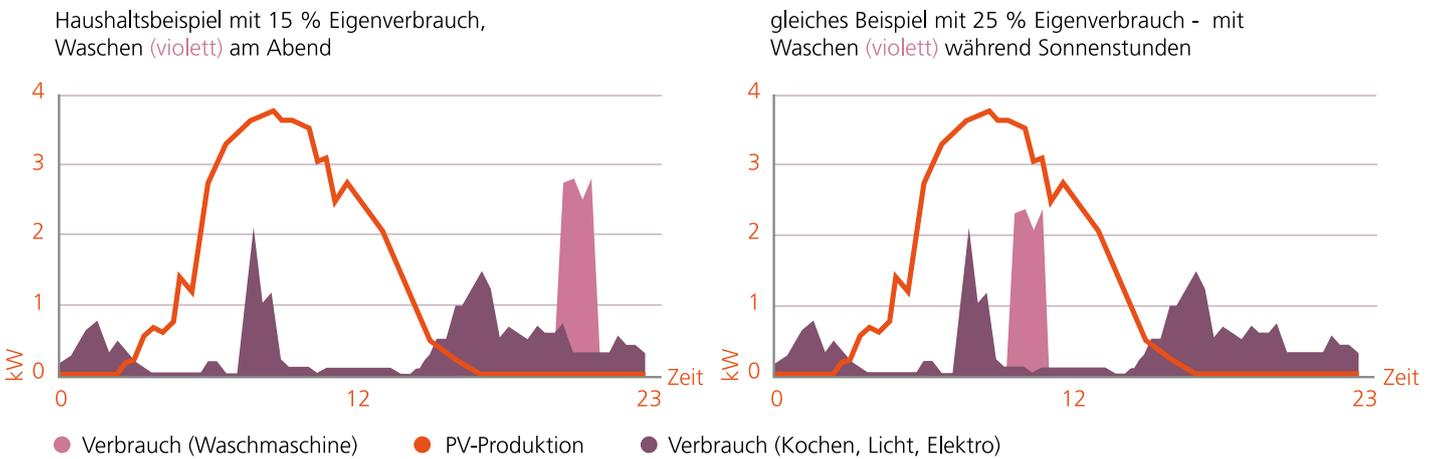

Abbildung 4: Erhöhung des Eigenverbrauches durch Waschen während Zeiten mit viel Solarstrom vom Dach. (Quelle: VESE)
- **Automatisch:** Ein Steuergerät verschiebt das Einschalten auf Zeiten mit viel Solarstrom. Zum Beispiel wird die Waschmaschine so programmiert, dass sie automatisch bei genügend Sonnenschein einschaltet. Wird dies konsequent so gehandhabt, erhöht sich der Eigenverbrauch typischerweise um ca. 10%. In Kapitel 3 wird erklärt, wie das genau geht. Abbildung 4 zeigt auf, wie der Eigenverbrauch erhöht werden kann, indem das Waschen vom Abend auf den Mittag gelegt wird.